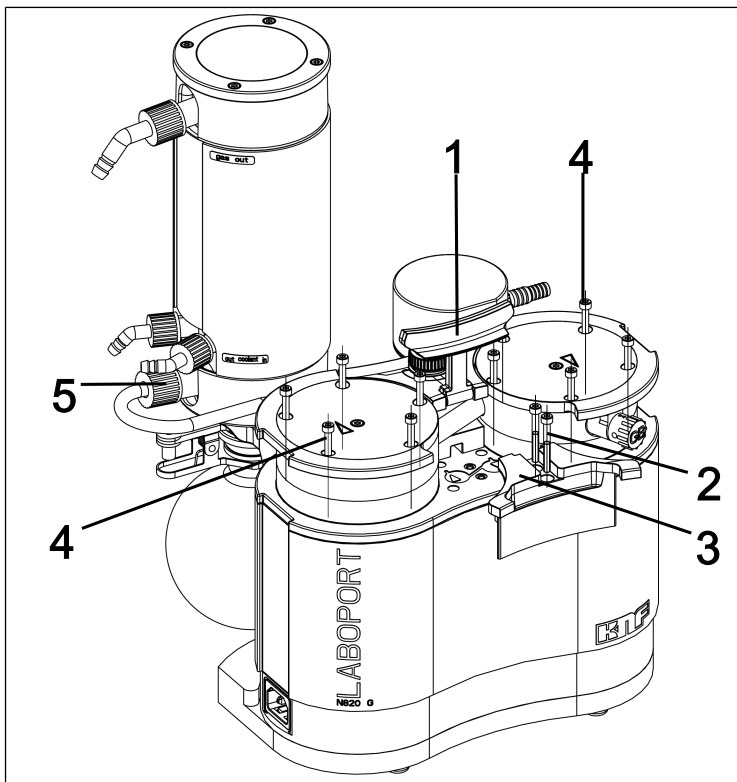
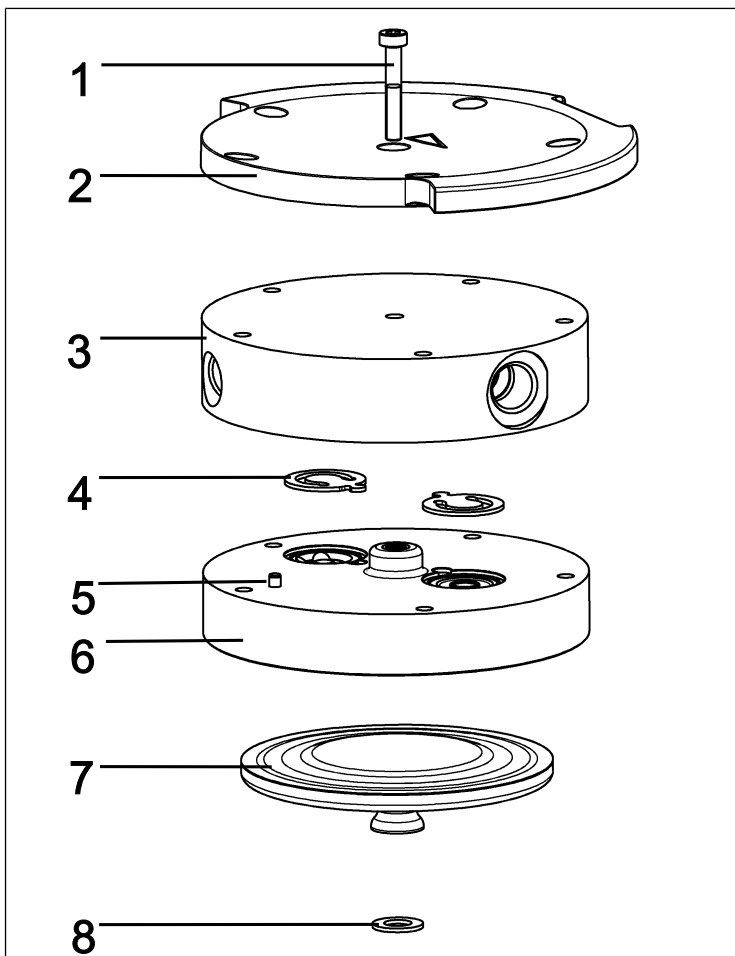

Fig.12: Smontaggio della copertura impugnatura
Fig.13: Testa pompa (nell'illustrazione: pompa N820)
3. Allentare il dado a risvolto del collegamento tubo flessibile (5/ Fig. 12) dal componente del sistema per vuoto.
4. Portare l'impugnatura (1/ Fig. 12) in posizione verticale.
5. Allentare le due viti (2/ Fig. 12) della copertura impugnatura (3/ Fig. 12).
6. Rimuovere la copertura impugnatura (3/ Fig. 12).
7. Allentare le 10 viti con testa esterne (4/ Fig. 12) su entrambe le teste della pompa.
8. Prelevare le 10 viti con testa esterne (4/ Fig. 12) da entrambe le teste della pompa.
- i** Le due viti con testa interne (1/ Fig. 13) resteranno per il momento ancora serrate.
**i** I seguenti numeri di posizione fanno riferimento al capitolo Fig. 13, se non diversamente indicato.
1. Contrassegnare la piastra di spinta (2), il coperchio testa (3) e la piastra intermedia (6) con un tratto a matita continuo. In tale modo si preverrà un successivo montaggio errato delle parti.
2. Prelevare le viti esterne (4/ Fig. 12) dalle teste della pompa.
9. Introdurre le 10 viti con testa esterne (4/Fig. 12) nella testa della pompa e serrarle in sequenza incrociata (coppia di serraggio: SH/SR820G: 4 Nm; SR/SH840G: 5 Nm)
- i** Qualora le viti esterne (4/Fig. 12) non si possano introdurre nella testa della pompa, allentare la vite con testa interna (1) e verificare che il coperchio testa (3) sia correttamente posizionato sulla piastra intermedia (6).
11. Serrare manualmente il dado a risvolto del collegamento tubo flessibile (5/Fig. 12) sul condensatore (2/Fig. 3).
1. Montare la copertura impugnatura (3/ Fig. 12).
2. Serrare le viti (2/ Fig. 12) della copertura impugnatura (3/ Fig. 12) (coppia di serraggio: 2 Nm).